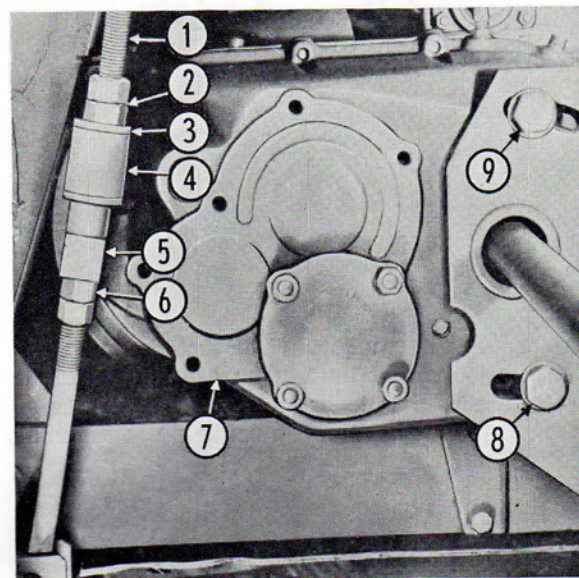

Fig. 98
- Desserrer les écrous 6 (fig. 98) du tirant de réglage de la boîte de vitesses 7.